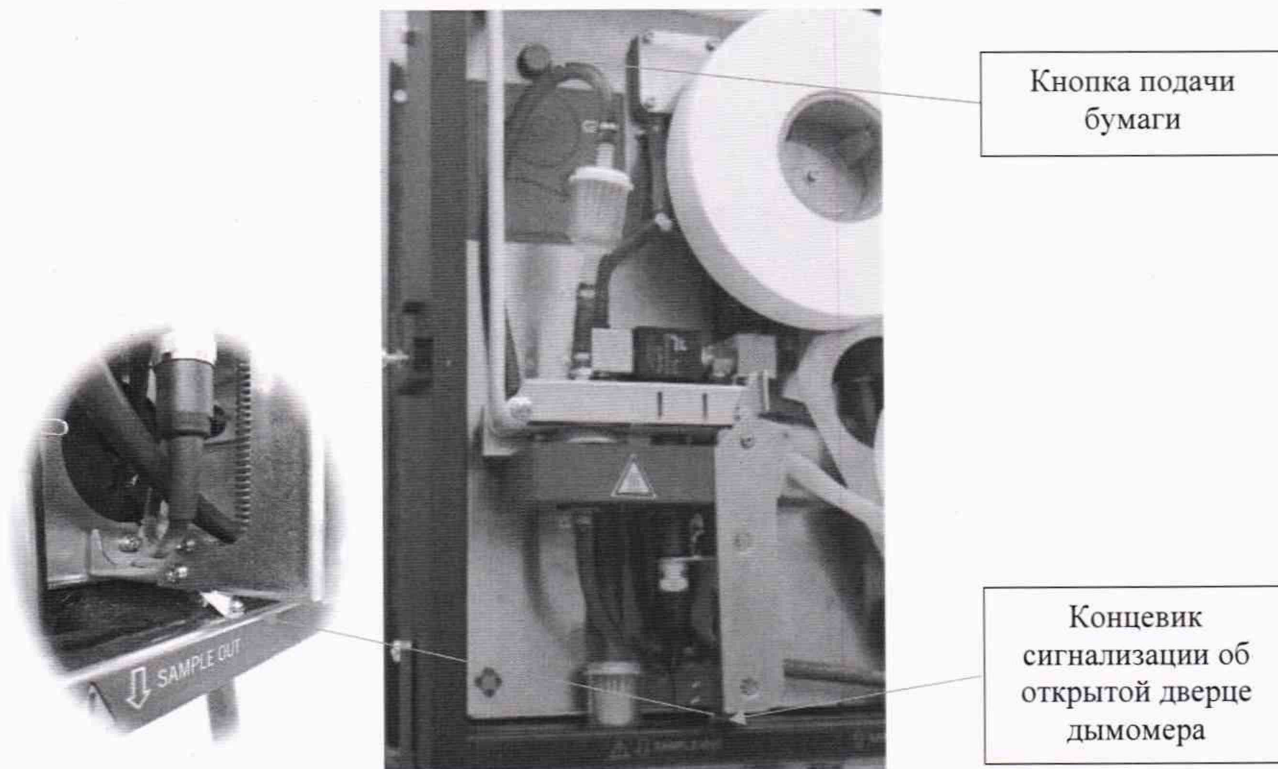

Рисунок 1
7.3.1.2 Механически отключить режим «Data Backup», путём одновременного нажатия кнопки подачи бумаги и концевика сигнализации об открытой дверце дымомера (см. рисунок 1). Важно, чтобы оба элемента были в нажатом состоянии на протяжении всего времени проведения проверки.